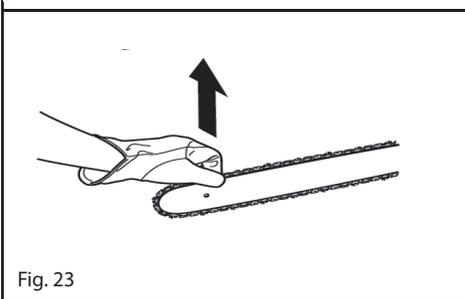

Fig. 23
9. Remova toda a folga da corrente, rode o botão no sentido dos ponteiros do relógio até que a corrente encaixe novamente com os elos de transmissão na ranhura da barra (fig.23).